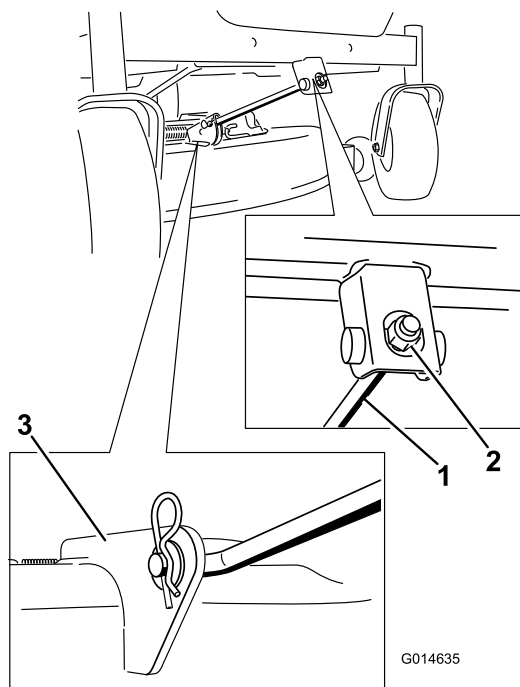

Figure 55
4. Retirez la goupille fendue de la tige de support avant et déposez la tige du support de tablier (Figure 55). Abaissez doucement l'avant du tablier de coupe au sol.
- Fixez la tige de support avant au tablier de coupe à l'aide de l'axe de chape et de la goupille fendue (Figure 55).